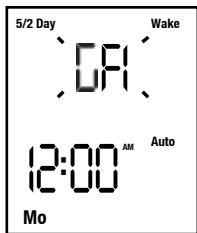

Figure 18
1. Si le voyant rouge GFCI Test s'allume et le symbole « GFI » clignote sur l'affichage (voir la figure 18), les circuits fonctionnent correctement et la protection DFT s'est activée et a désactivé le thermostat. Appuyer sur le bouton GFCI RESET pour rétablir le mode normal de fonctionnement du thermostat.